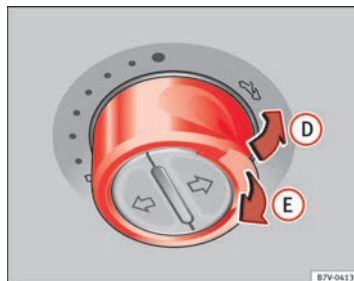

Abb. 58 Im Dachhimmel: Schalter drücken und ziehen zum Ausstellen und Schließen.
⇒ Abb. 58
- *Panorama-Schiebedach*: Innerhalb von etwa 5 Sekunden nach dem Auslösen der Kraftbegrenzung den Schalter hinten so lange ziehen ⇒ **Abb. 58** (Pfeil E), bis das Panorama-Schiebedach vollständig geschlossen ist.